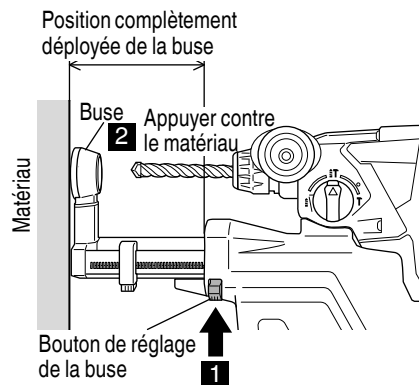

Fig. 5
2. Réglage de la position de la buse (Fig. 5, 6, 7)
- (1) Appuyer sur le bouton de réglage de la position de la buse et s'assurer que la buse est complètement déployée. (Fig. 5)
- (2) Tout en maintenant l'outil de telle manière à ce que le commutateur ne soit pas pressé, placer la buse contre le matériau à percer. (Fig. 5)